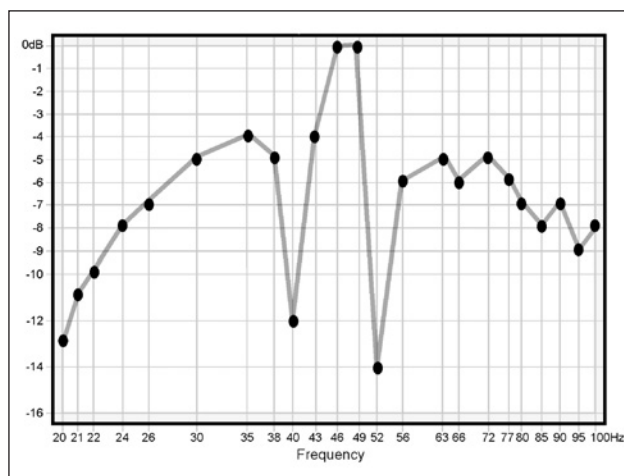

Figura 19. Exemplo de duas depressões estreitas
1. Seleccione uma nova posição de teste: Escolha a faixa de teste que corresponde à frequência central da depressão. No exemplo da Figura 19, iria reproduzir as Faixas 14 (52 Hz) e 18 (40 Hz). Prima **Play** ►. Verá uma leitura muito próxima da que tinha antes. Agora, mova lentamente o RSLM à volta da área, se possível mantendo-se a cerca de 30 cm do ponto de teste original. Observe o gráfico de barras à medida que move o RSLM. Irá notar grandes flutuações do nível. Encontre uma posição para o subwoofer ou um local de teste que aumente a resposta nestas frequências. Pode achar útil mover o RSLM verticalmente. As depressões podem ser orientadas em qualquer eixo. A posição que repõe o nível aproximadamente no dos pontos de teste adjacente é a sua nova posição de teste.